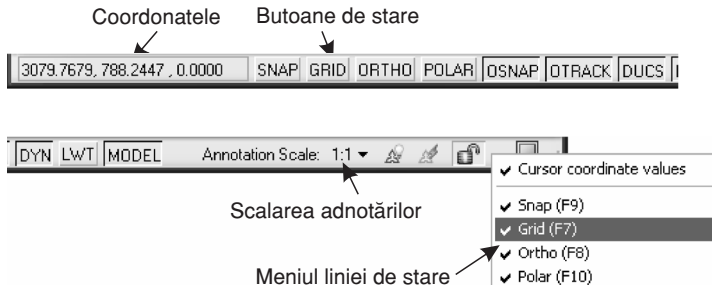

Fig. 3.4 Linia de stare
- linia de stare (**Status Bar**) din Fig. 3.4, care afișează coordonatele cursorului și conține o serie de butoane prin care se poate modifica starea sistemului: modurile *snap*, *ortho*, afișarea rețelei (*grid*) sau a grosimii de linie etc; de asemenea, pe linia de stare sunt afișate instrumente pentru scalarea adnotărilor; din meniul liniei de stare se pot alege butoanele afișate;